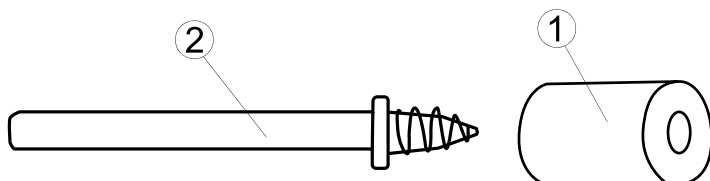

Рис. 9
- Для выполнения полировальных операций установите фетровую насадку 1 (рис. 9) на державку со спиральным наконечником 2 (рис. 9).